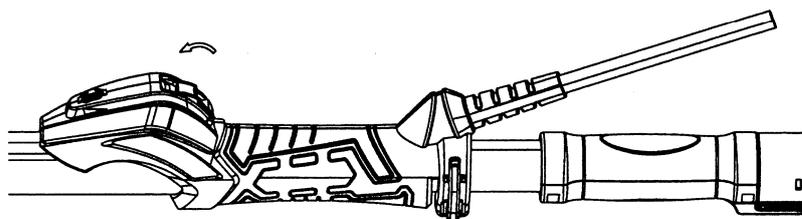

Figura 03
- Interruptor de bloqueio (figura 03):